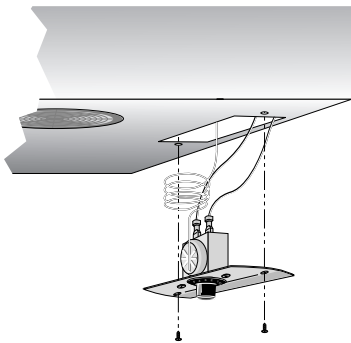

Fig. 1. Acceda al cuerpo del control.
3. Acceda con cuidado al cuerpo del control de temperatura (consulte la fig. 1).